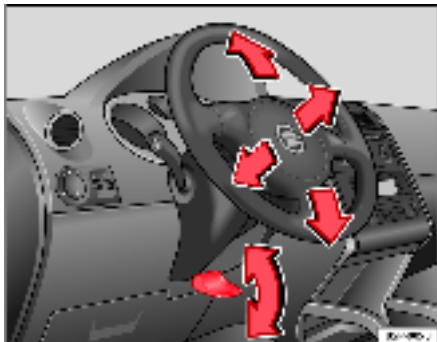

Fig. 132 Réglage de la position du volant de direction
- Basculez le levier \Rightarrow fig. 132 situé sous la colonne de direction vers le bas \Rightarrow ⚠.